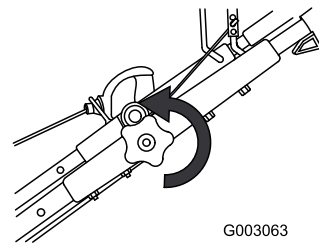

Figura 44
2. Afloje el pomo del manillar superior (Figura 44).